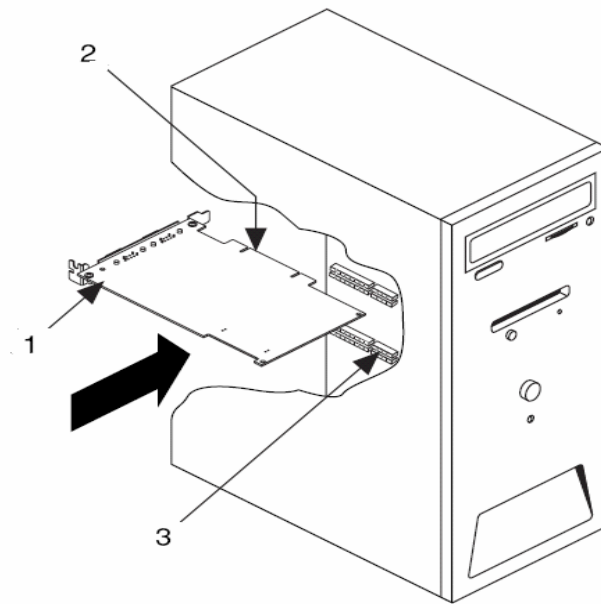

图 1 HTPCI4910 安装示意图
a) 把 HTPCI4910 装入计算机的 PCI 插槽中，安装好固定螺钉，如图 1 所示；